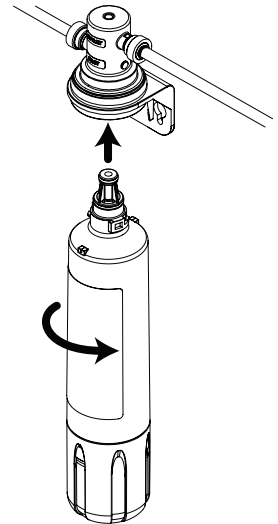

Figura 4
- Usando la sección "Uso de los accesorios a presión" como referencia, inserte la tubería azul que sale del adaptador de suministro del agua de 1/4 de pulgada en el accesorio de ENTRADA como se indica en la Figura 4.
- Luego de instalar el grifo como se indica a continuación, inserte la tubería azul que va hacia el grifo en el accesorio de SALIDA como se indica en la Figura 4.
- Alinee las lengüetas del cartucho del filtro con el ensamblaje del cabezal e inserte el cartucho del filtro en el ensamblaje del cabezal. Gire el cartucho del filtro en el sentido contrario a las agujas del reloj hasta que se detenga (cerca de 1/4 de vuelta). El filtro está instalado. (Vea la Figura 4).